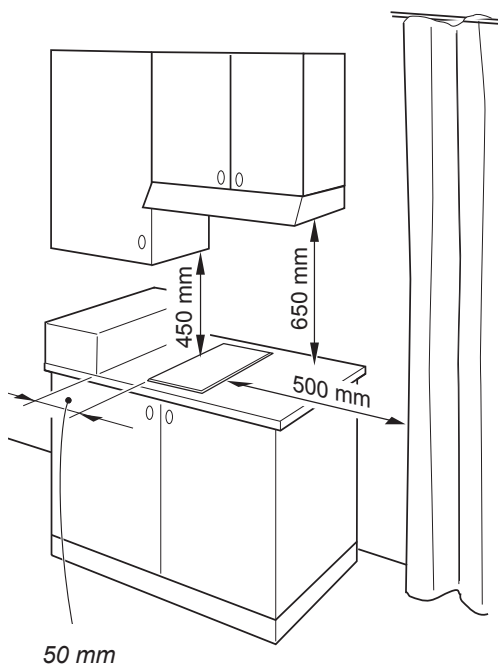

Fig. 6.9
- allorché sopra il piano di cottura vi sia un pensile o cappa mantenere fra il piano ed il suddetto pensile o cappa la distanza minima pari a 650 mm (figure 6.9).